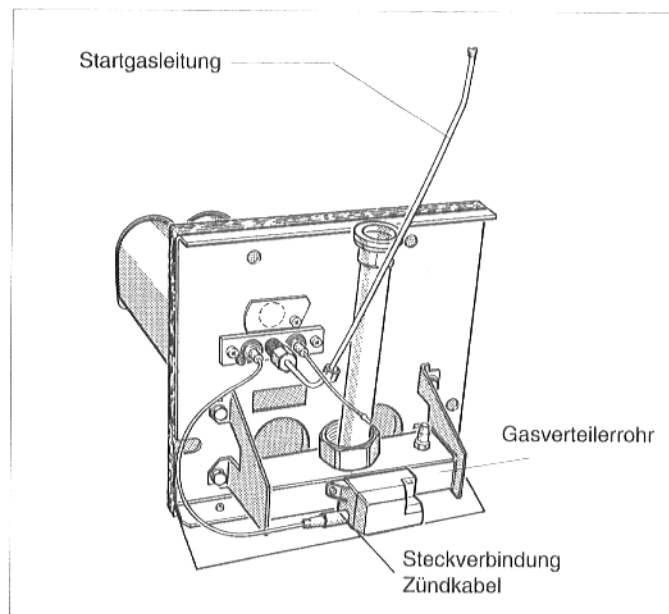

Abb. 43: Gasbrenner
- Steckverbindung des Zündkabels am Taktzylinder lösen (Abb. 43).
- Startgasleitung am Startbrenner lösen (Abb. 43).
- Startgasdüse (Erdgas: Ø 0,4 mm, Kennzeichnung: 4; Flüssiggas: Ø 0,225 mm, Kennzeichnung: 225) und Luftsieb herausnehmen und ausblasen (Abb. 43).
- Die vier Befestigungsmuttern des Gasverteilerrohrs am Brennerschild lösen und Gasverteilerrohr vom Brennerschild trennen (Abb. 43 und 44).